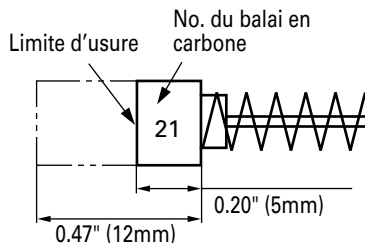

Fig. 19
4. Inspection des balais en carbone (Fig. 19)
Utiliser le balai en carbone HITACHI No. 21 indiqué sur la Fig. 19.